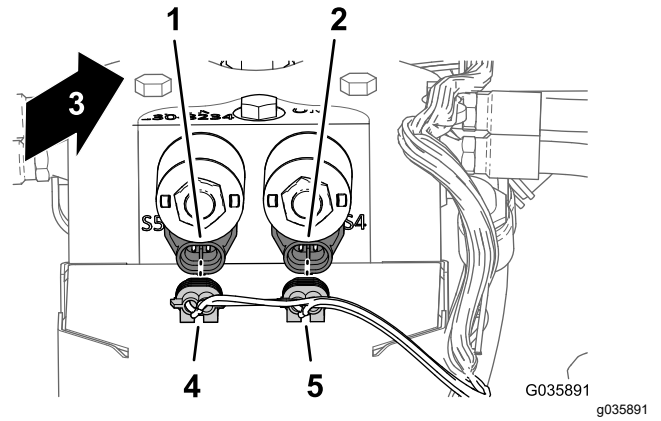

図 26
2. 昇降シリンダ用マニホルドの後部で、ソニックboom用のワイヤハーネスのコネクタ2個を、ソニックの制御用ソレノイドに、図 26のように接続する。